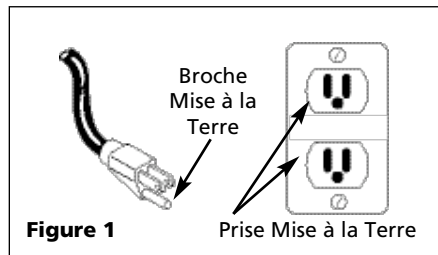

Figure 1
- Pour réduire le risque de secousse électrique, la pompe devrait être branchée directement dans une prise de courant à 3 broches mise à la terre et installée correctement telle qu'indiquée sur la Figure 1. Le fil conducteur vert (ou vert et jaune) dans le cordon est le fil de terre. Le moteur doit être mis à la terre avec sûreté afin de protéger contre les secousses électriques.